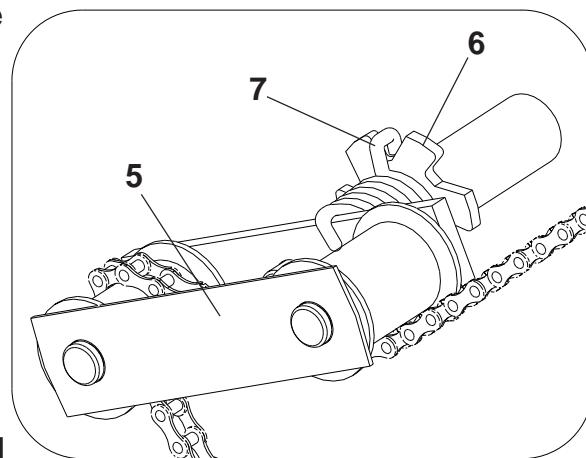

Figura 51
- ESTICADOR OSCILANTE (Figura 51)
- 13 - O esticador (5) é dotado de mola de torção para maior flexibilidade do mesmo, se necessário maior pressão no esticador, gire aroseta (6) passando o engate da mola (7) para o outro dente da roseta.